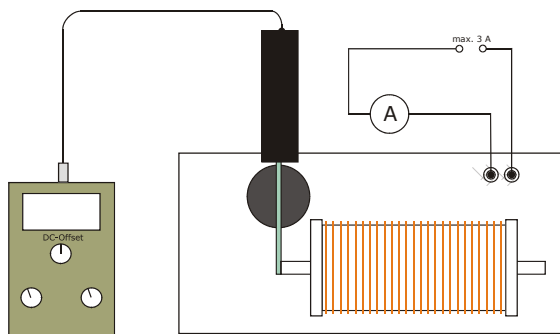

Fig.1 Enregistrement de la courbe d'hystérésis
- Montez l'alimentation, la bobine et l'ampère-mètre en série (voir fig. 1).